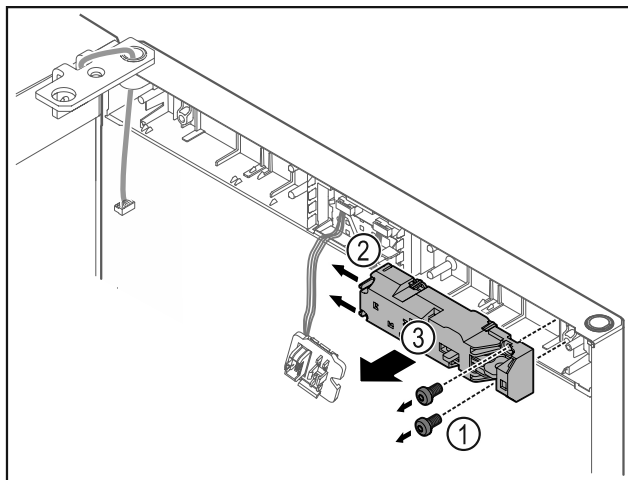

Fig. 23
- ▶ Išsukite varžtus Fig. 23 (1).
- ▶ Paspauskite fiksavimo iškyšas Fig. 23 (2) į šoną ir nuimkite nuotolinį užraktą Fig. 23 (3).